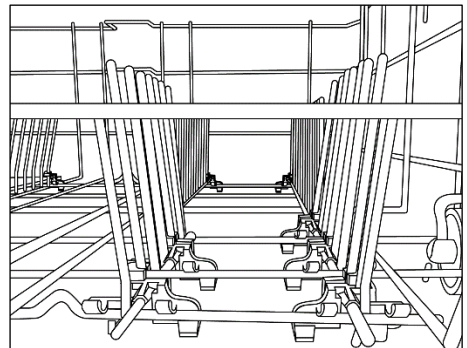
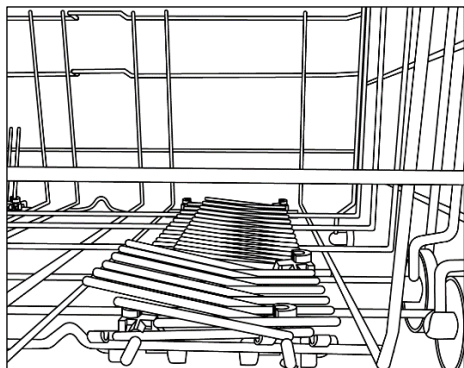

Abb. 2
Abb. 3
- Der Geschirrspüler wird mit einem Zulaufschlauch mit 3/4" Gewinding geliefert (Abb. 2).
• WATERBLOCK (Abb. 3)
2. Setzen Sie ihn dann langsam in der richtigen Position ein (Abb. 2).
ANMERKUNG: HEBEN ODER SENKEN SIE DEN KORB NIEMALS EINSEITIG (Abb. 3).
Klappbare Ablagen (Abb. 2 und Abb. 3) können im unteren Korb eingesetzt werden, um die stabile Lagerung des Geschirrs zu gewährleisten. Die Ablagen können angehoben oder abgesenkt werden, um auch nicht standardmäßige Größen und/oder Formen aufzunehmen und so maximale Flexibilität zu bieten.
- Der zentrale Filterkorb ist herausnehmbar, um die Reinigung zu erleichtern (Abb. 2).
- Ziehen Sie schließlich die Siebplatte aus der Bodenwanne heraus wie in der (Abb.3) ersichtlich. Spülen Sie alle Teile gründlich unter fließendem Wasser und reinigen Sie diese eventuell mit einer Bürste.